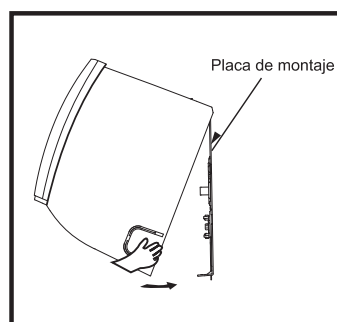

Fig. 8
- 1) Cuelgue la unidad en la placa de montaje (Fig. 8).